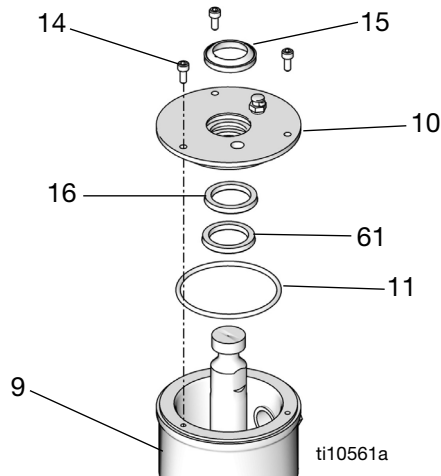

FIG. 5
5. På kolv pumpar med slutna våtkoppar (9) använder du en M4-sexkantsnyckel för att ta bort de tre skruvarna (14) från våtkoppslocket (10) och ta bort locket. Töm och rengör våtkoppen (9). Se FIG. 5.
6. På kolv pumpar med slutna våtkoppar (9) använder du o-ringkroken för att ta bort o-ringens (11) och en platt skruvmejsel för att ta bort låsringen (61), avstrykaren (15) och tätningen (16).